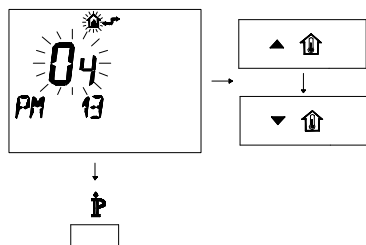

Figura 5.44
- Per modificare il SET programmato agire sui pulsanti ▲⬆️ o ▼⬆️ e aspettare che il numero programmato cominci a lampeggiare (Figura 5.44).